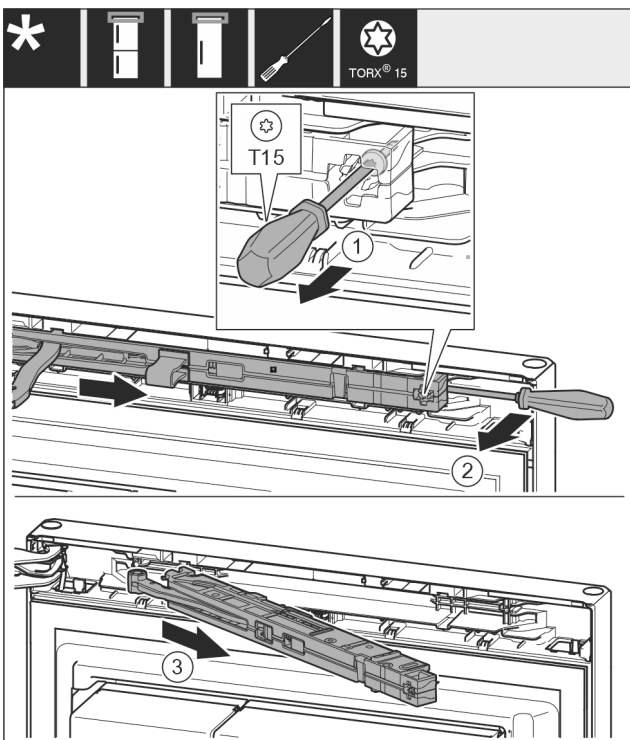

Fig. 11
- ▶ Schroef op de sluitdempeleenheid met schroevendraaier T15 ca. 14 mm losdraaien. Fig. 11 (1)
- ▶ Een schroevendraaier aan de kant van de handgreep achter de sluitdempeleenheid plaatsen en eenheid naar voren draaien. Fig. 11 (2)
- ▶ Sluitdempeleenheid eruit trekken. Fig. 11 (3)